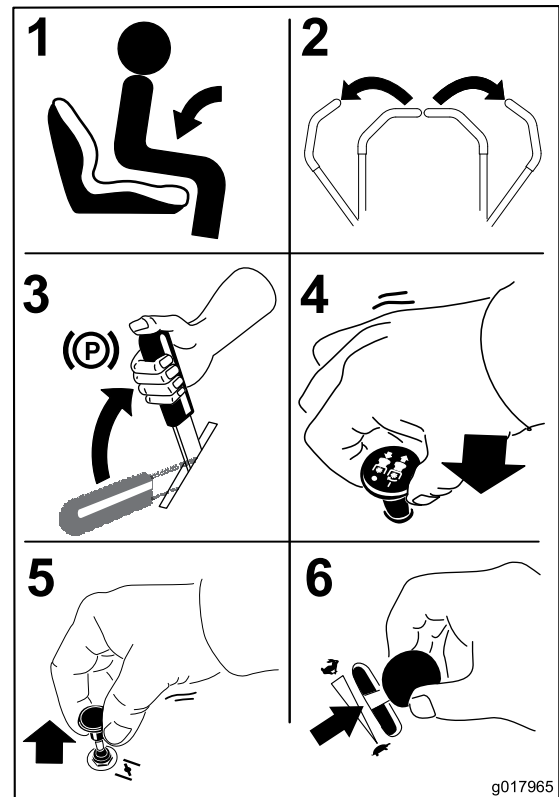

Figure 14
1. Prenez place sur le siège (Figure 14).
2. Écartez les commandes de déplacement vers l'extérieur en position de verrouillage au point mort (Figure 14).
4. Placez la commande des lames (PDF) en position désengagée (Figure 14).
6. Placez la commande d'accélérateur à mi-course entre les positions bas et haut régime (Figure 14).